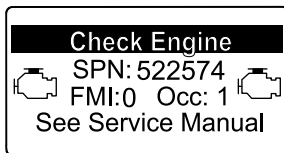

Figura 57
- Avvertenza motore SPN 522574, FMI: 0 (Figura 57)